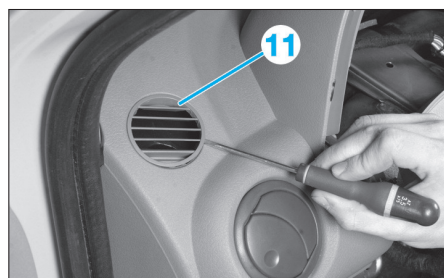

FIG. 26
- De chaque côté, dégrafer les aérateurs (11) (Fig.26).